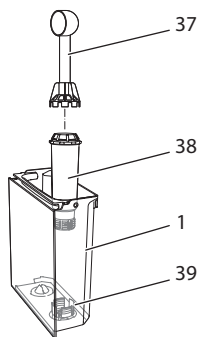

Fig. 18: Însurubarea / deșurubarea filtrului de apă
- Scoateți filtrul de apă (consultați Fig.18).